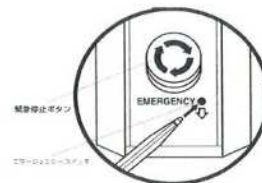

図 1
⑥使用中のバッテリー不足、スイッチ故障などの場合は、エマージェンシー（EMERGENCY）をご使用ください。緊急停止ボタンの下にあり、とがった棒（ボールペン等）で押せば、モーターが下方にのみ可動します。（図1参照）
⑦リフト使用時、電源コードはPOP0本体に巻きつけるか、取りはずしてください。